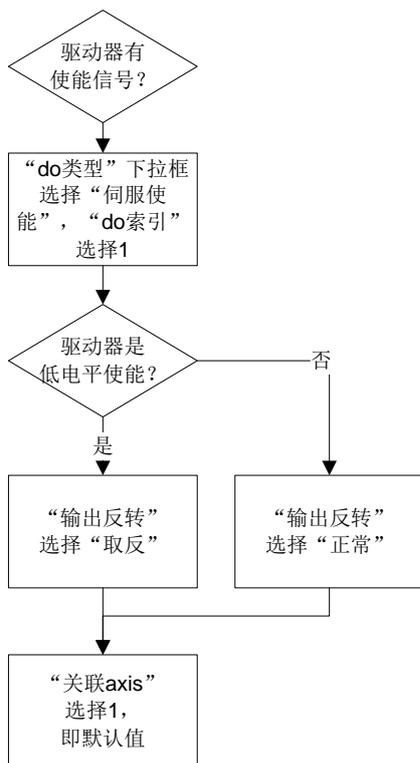

图 4-35 闭环模式下 do 配置流程
- (8) 切换至'di'页。调用 `GT_GetDi` 指令读取某一个输入开关的值时,0 表示输入低电平,1 表示输入高电平,一般情况下按默认值配置即可。
- (9) 切换至'do'页,如图 4-35 所示。